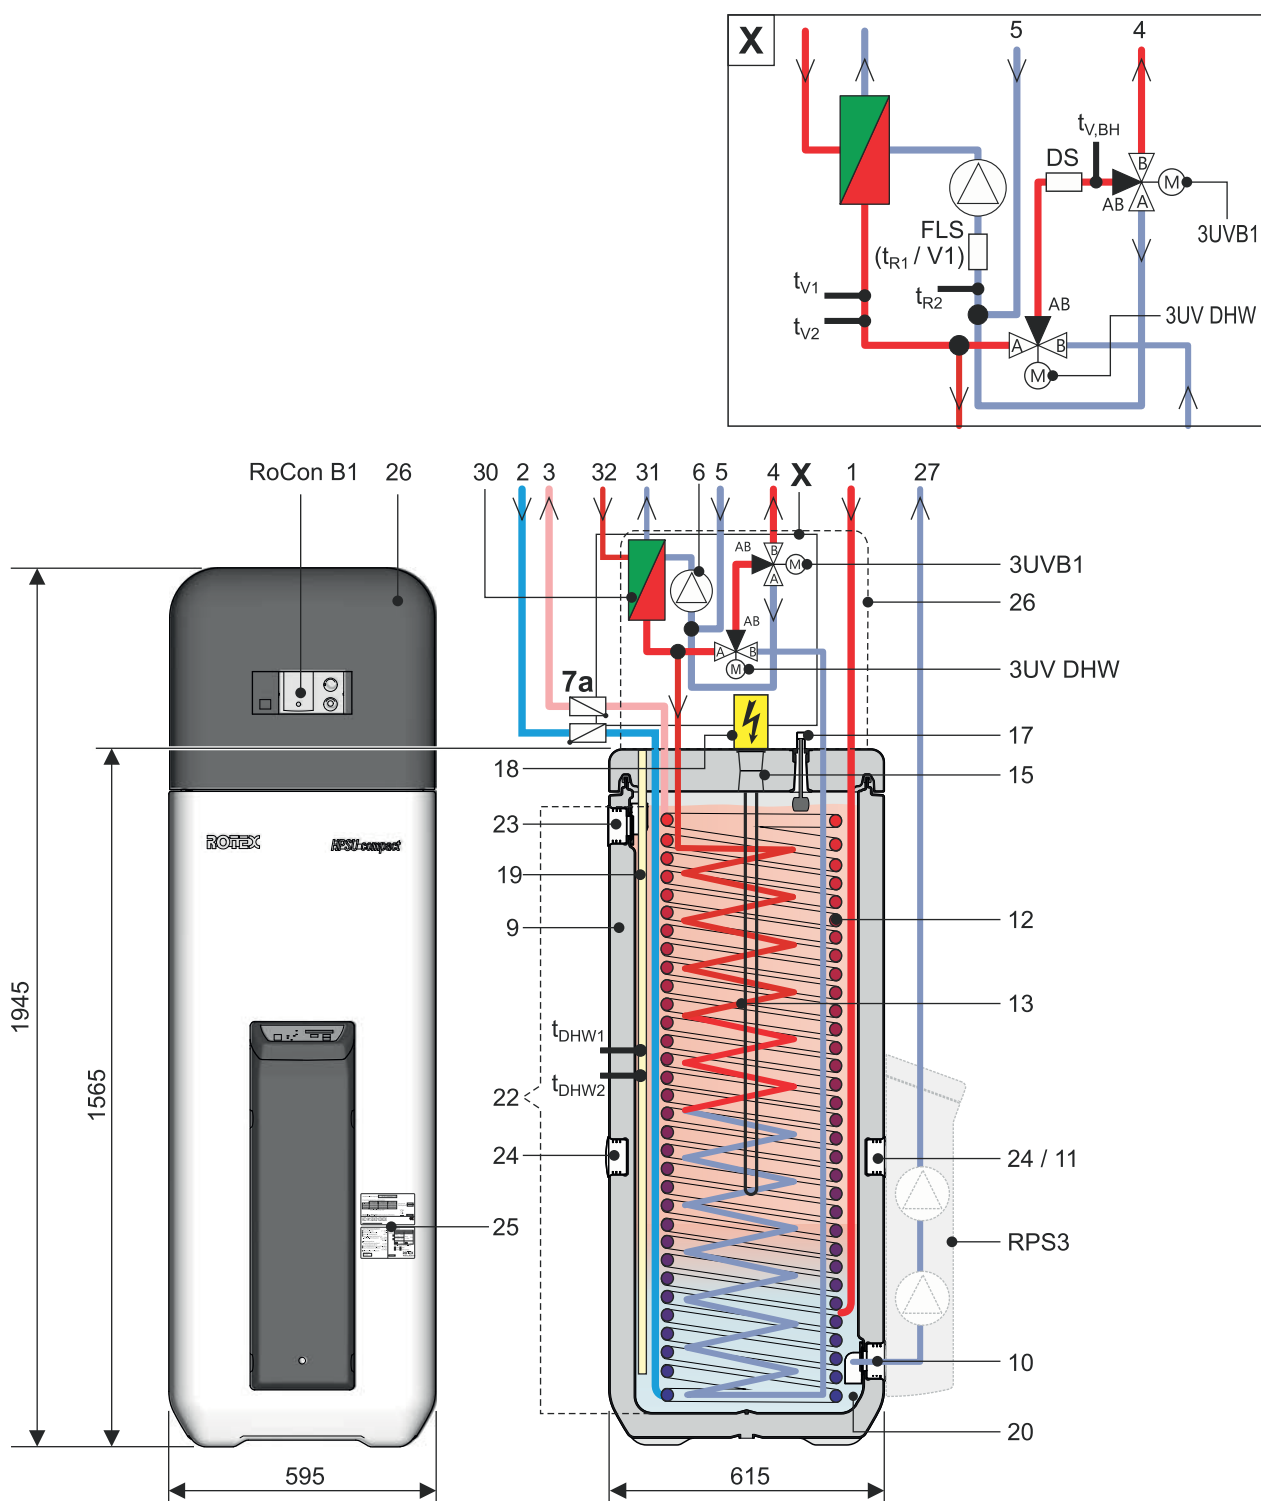
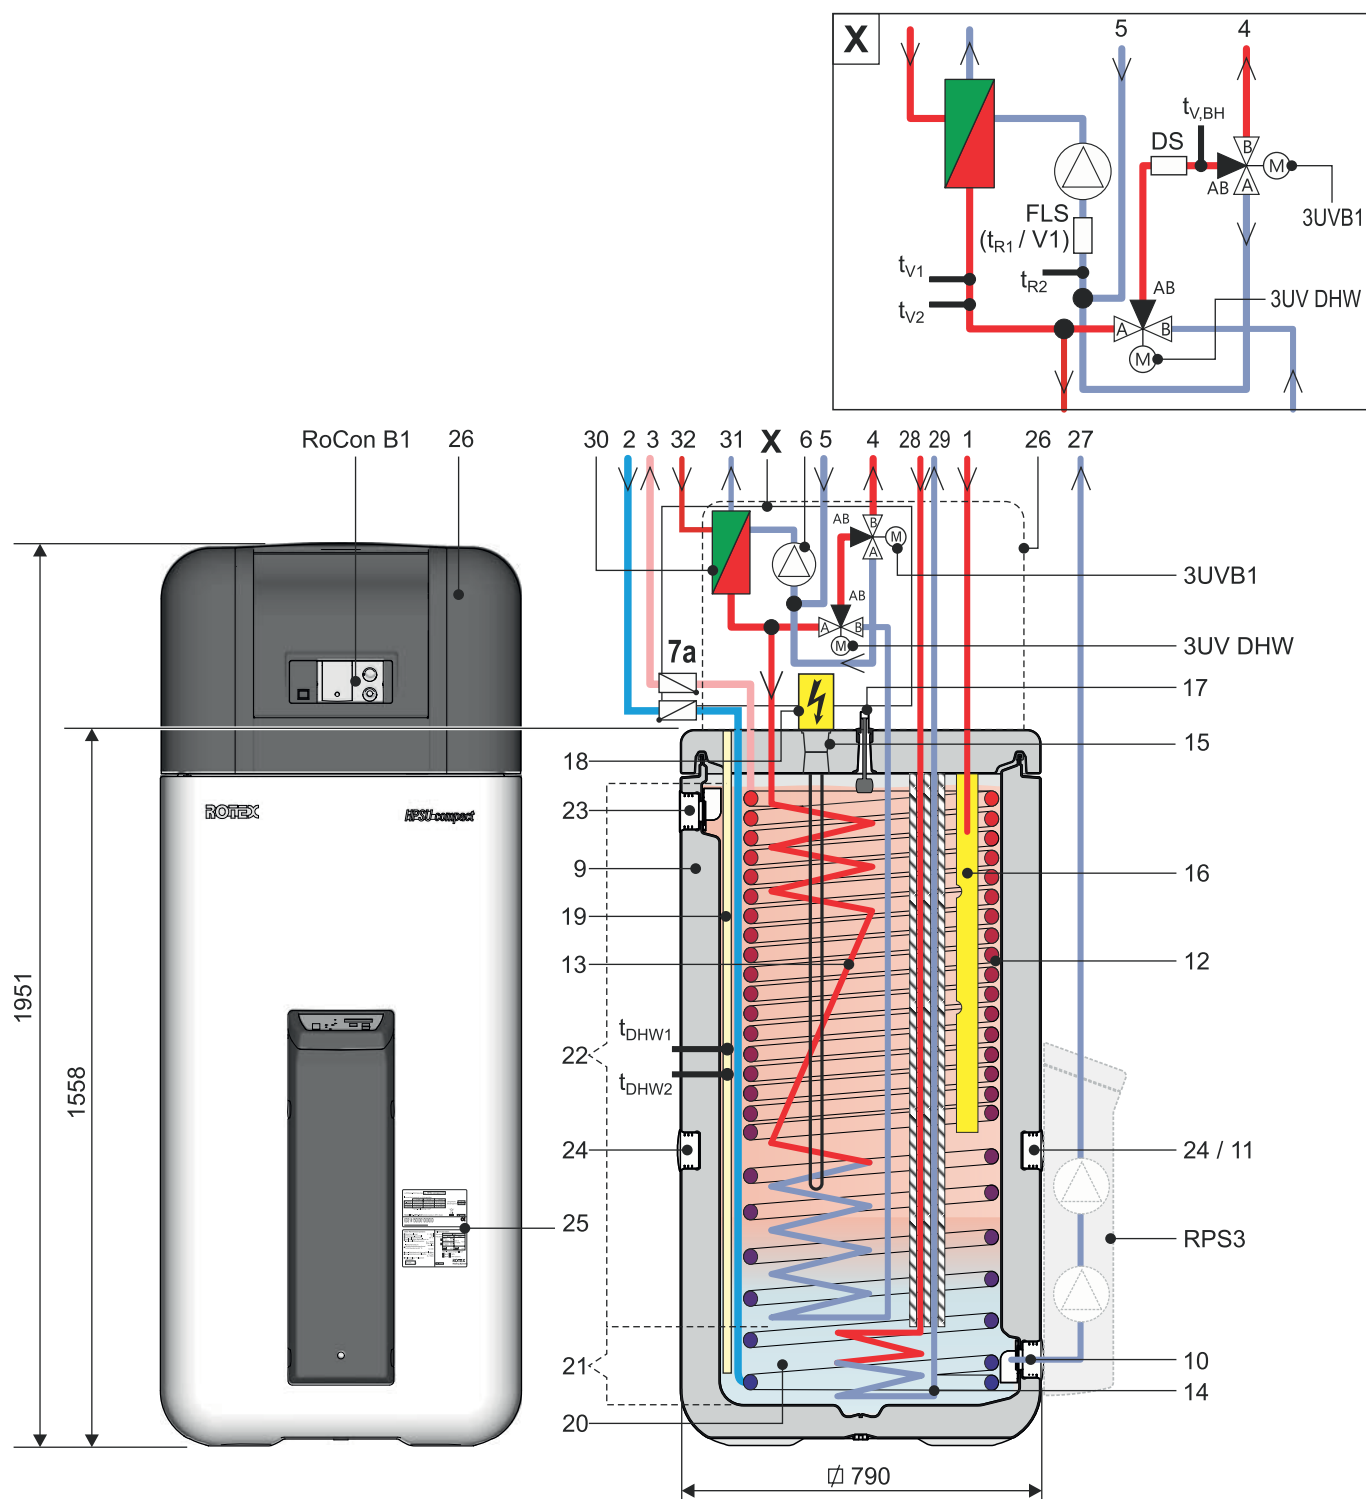

Fig. 3-2 Struttura e componenti dell'ROTEX HPSU compact 304/308 DB (vista esterna e struttura interna)
Fig. 3-5 Struttura e componenti dell'ROTEX HPSU compact 508/516 BIV (vista esterna e struttura interna)
Tab. 3-1 Legenda per fig. 3-2 fino a fig. 3-5
- Sul serbatoio di accumulo rimuovere le maschere di copertura (fig. 4-4, pos. B) e svitare gli inserti filettati (fig. 4-4, pos. F) dai fori a cui devono essere montate le maniglie (da fig. 3-2 a fig. 3-5, pos. 24).